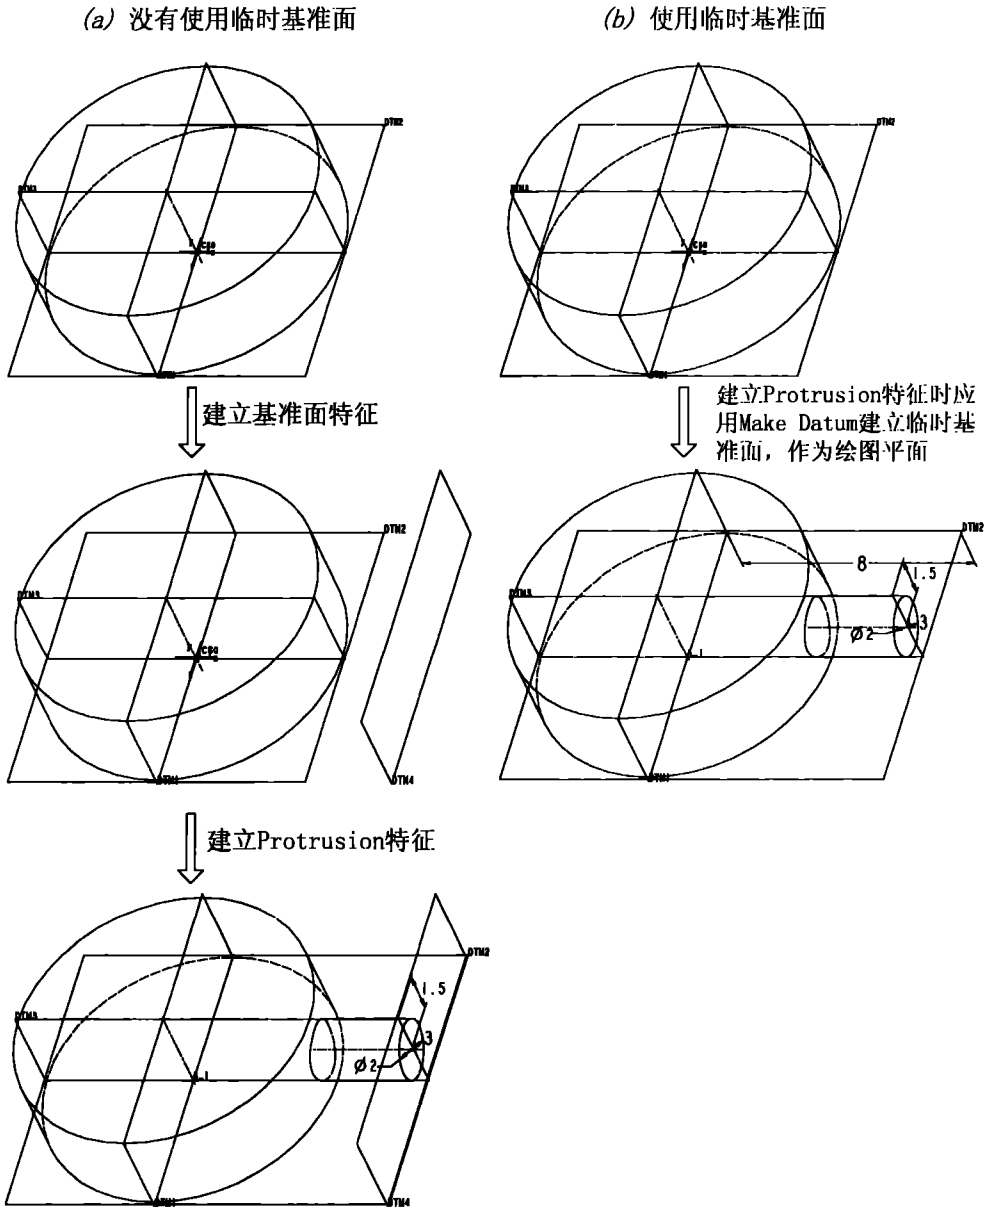

图 1.2
例如在图 1.2 的左图中, 欲建立一个小圆柱体时, 先建立了一个基准面的特征, 再利用此基准面作为绘图平面来建立小圆柱体, 则此方式将产生下列的问题:
- (1) 多了一个基准面特征 (如图 1.2 左图所示的 DTM4)。
- (2) 修改小圆柱体 (即图中的 **Protrusion** 特征) 时, 小圆柱体的长度尺寸无法显现出来, 这是因为小圆柱体的长度尺寸是由基准面 (如图 1.2 的左图所示的 DTM4) 控制的, 而不是由小圆柱体控制的。详细的特征建立过程请参阅作者编写的《Pro/ENGINEER 零件设计 - 基础篇 (上)》第 6 章。
上述的两个问题都可用“临时基准面”来解决, 如图 1.2 的右图所示。